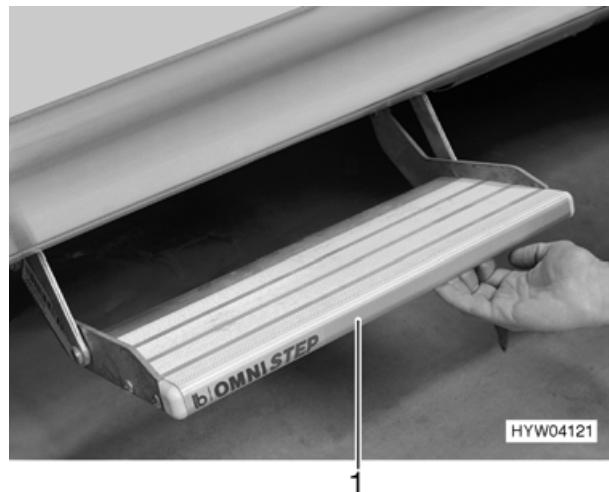

Fig. 8 Scalino di ingresso (variante 2)
- Afferrare lo scalino di ingresso (Fig. 8,1) dalla parte inferiore ed estrarrelo.